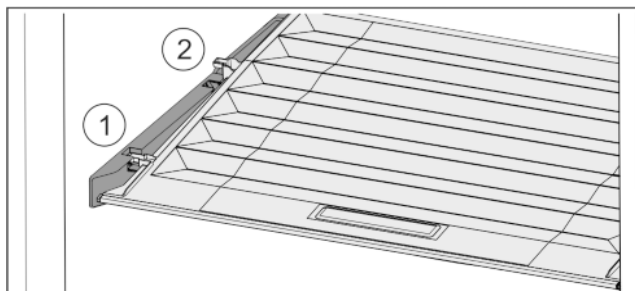

Fig. 33
- ▶ Deksel tot de opening in de vasthouddelen naar voren trekken Fig. 33 (1).
- ▶ Aan de achterkant vanaf de onderkant omhoog tillen en vanaf de bovenkant verwijderen Fig. 33 (2).